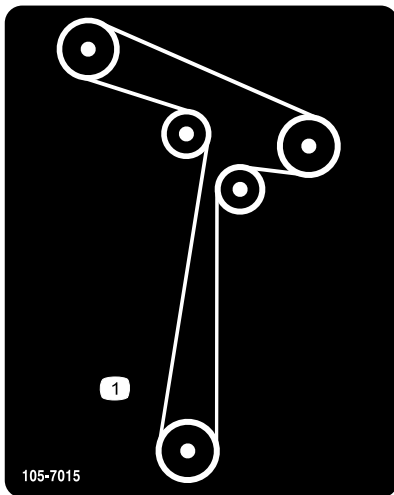

Figura 4
1. Instale la correa del cortacésped (Figura 4), si se retiró. Consulte la sección Cómo cambiar la correa del cortacésped en el *Manual del operador*.